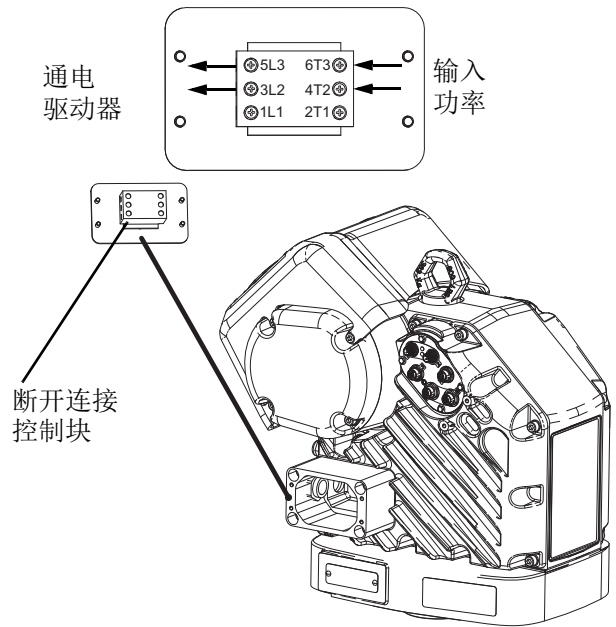

图 5: 接线端子连接
注意: 在接线盒内，将连接至驱动器的电源线连接至隔断块上的端子 3L2 和 5L3。有关端子位置，请参考图 5。
4. 请参考图 5 并将电源线连接到端子 4T2 和 6T3。每条电源线都可以连接到任意一个端口。